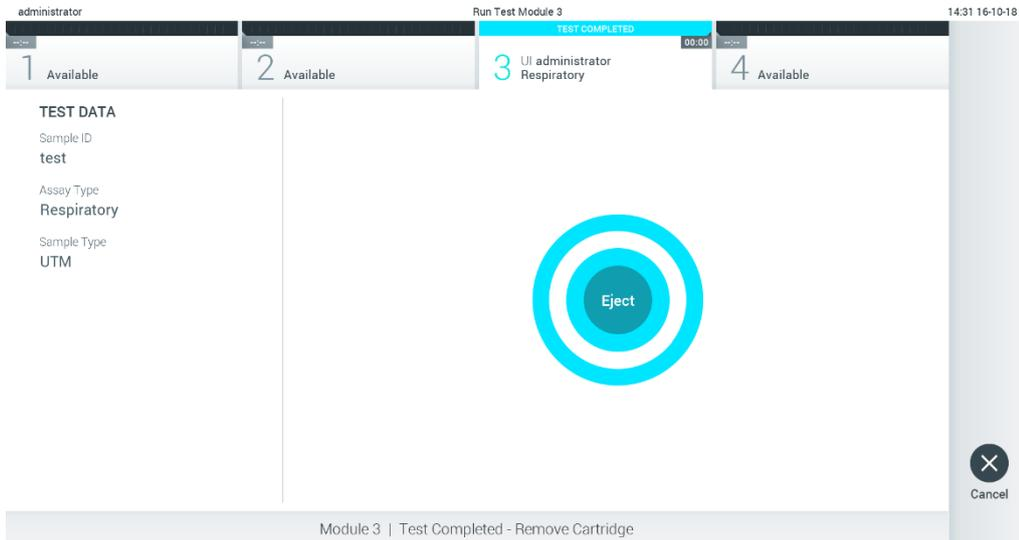

Figure 29. Affichage de l'écran Eject (Éjecter).
10. Une fois le test terminé, l'écran Eject (Éjecter) apparaît (Figure 29, page suivante).